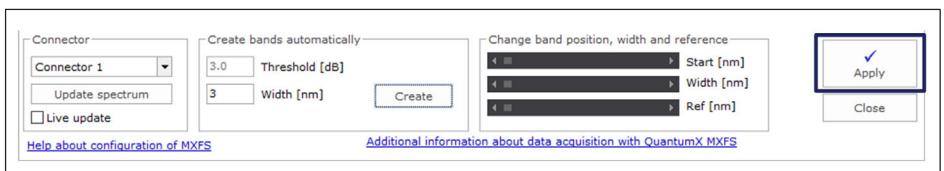

Fig. 4.12 Application des définitions dans l'appareil
- Appuyez sur **Apply** (Appliquer) pour que les modifications soient transférées vers l'appareil (Fig. 4.12).